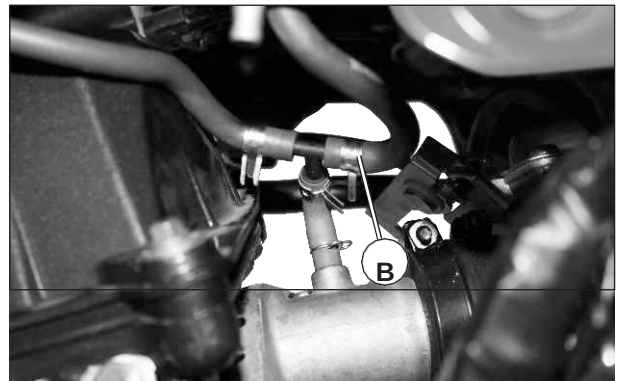

Fig. 1.41
- Desconecte la manguera de vacío (B) de la T. (Fig. 1.41)